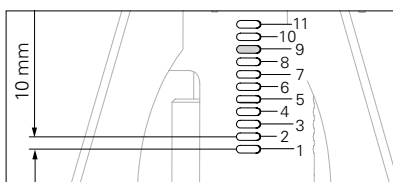

Fig. 7a
Il pressore (3) del tubo filettato è marcato di rosso. Nella posizione di partenza, il pressore è centrato nel foro 9. (Fig. 7a)